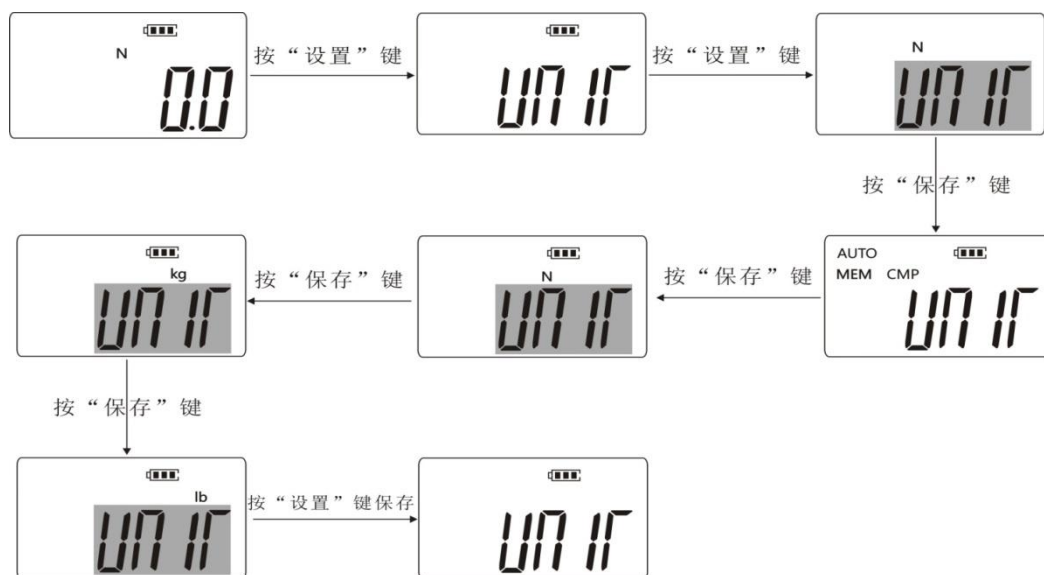

图 6
3.2.1 **UNIT** (UNIT)单位设置: 开机后, 进入测量界面, 按“设置”键进入设置界面, 再按一次“设置”键进入单位设置中, 按下“保存”键进行单位选择, 选择所需的单位后, 按“设置”键保存并退出到设置界面。如图 6 所示: